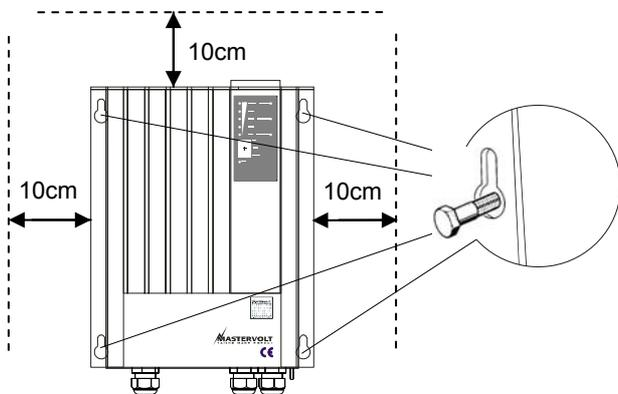

Figura 19: montaggio del mobile
- 1 Determinare i quattro punti di montaggio sulla base dei disegni lineari (figura 19).
Il Mass Combi è dotato di due gruppi di interruttori DIP che servono a regolare l'apparecchio in base alle specifiche dell'impianto elettrico. Gli interruttori DIP sono situati nello scomparto collegamenti. Vedere la figura 19.